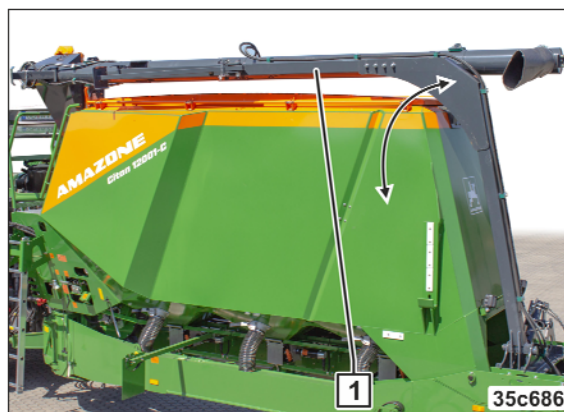

Bild 214
1. Fäll påfyllningsskruven (Bild 214/1) till arbetspositionen.